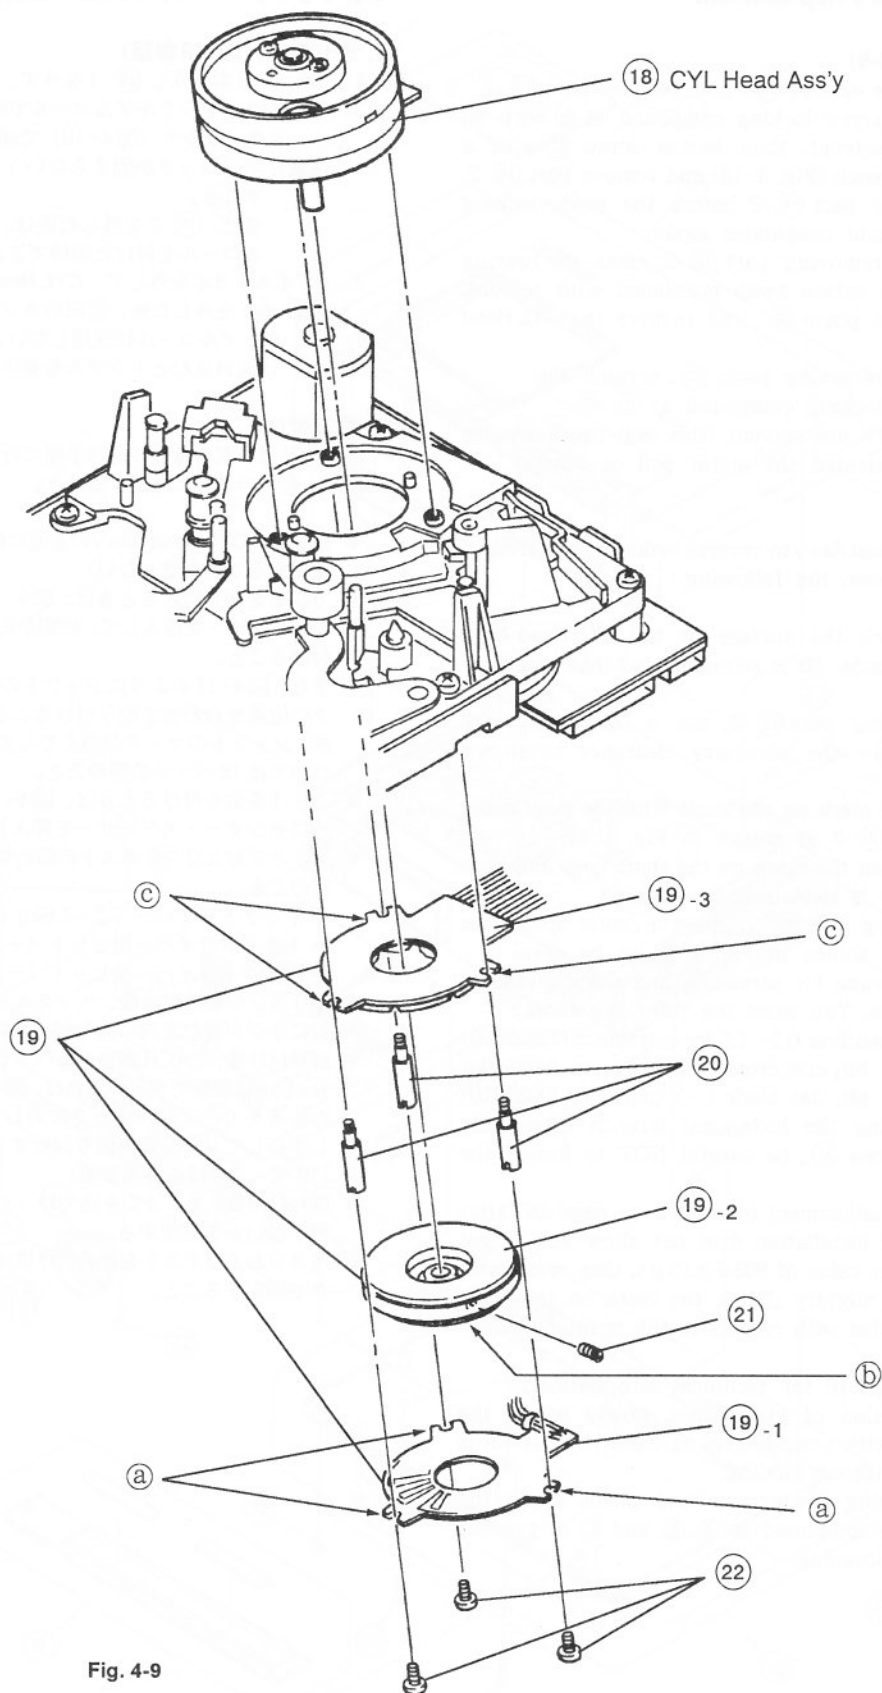

Fig. 4-9
1. Removal (Fig. 4-9)
1. 取り外し (図 4-9 参照)